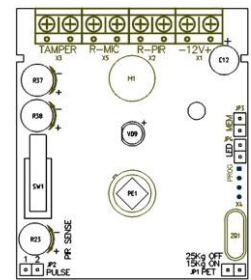

Рис. 2 Внешний вид платы извещателя
На плате обозначены (см. рисунок 2):
- подключить провода к клеммам подключения в соответствии с их назначением (см. рисунок 2);
- убедиться в наличии установленной на плате перемычки JP4 (LED) (см. рисунок 2);
Для регулировки дальности обнаружения извещателя используется потенциометр R23 (см. рисунок 2).
Для установки иммунитета используется перемычка JP1 (PET) (см. рисунок 2):
- регулировка чувствительности по высокой частоте (звук бьющегося стекла) осуществляется с помощью отвертки с плоским шлицем путем вращения регулятора потенциометра R38 (HF/SENSE) (см. рисунок 2);
- регулировка чувствительности по низкой частоте (звук от удара) осуществляется с помощью отвертки с плоским шлицем путем вращения регулятора потенциометра R37 (LF/SENSE) (см. рисунок 2);